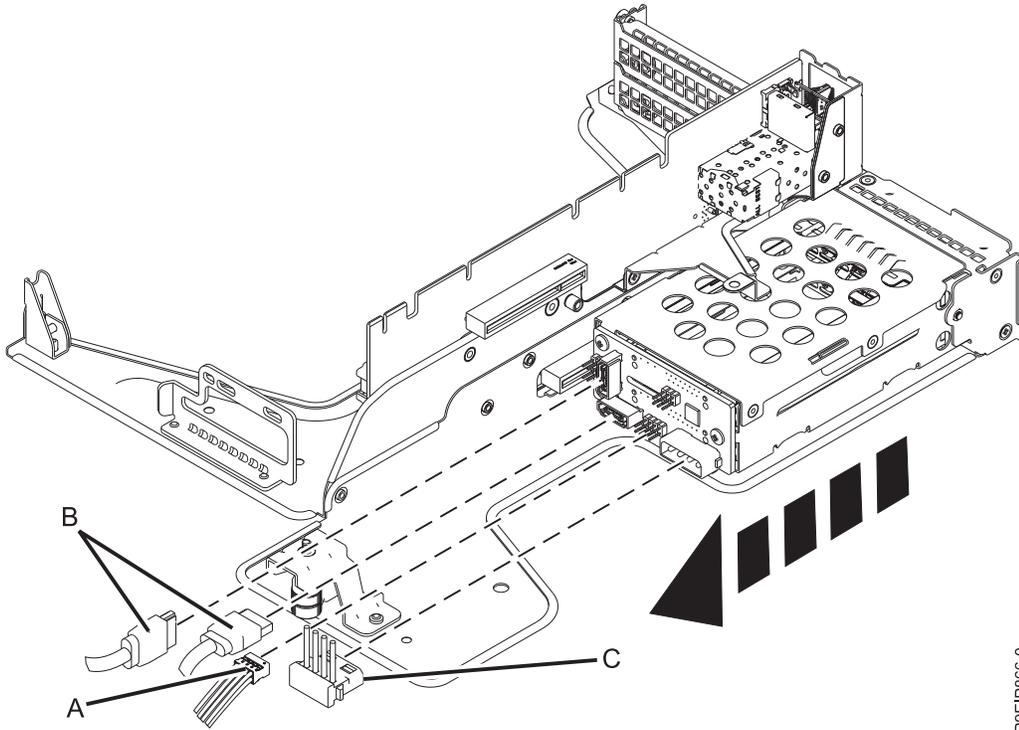

Figura 24. Desconexión de los cables de señal de la unidad y de los cables de alimentación de la unidad de la placa posterior de unidad de disco
7. Extraiga los cables de señal de la unidad (A) y (B) de la parte posterior de la placa posterior de unidad de disco, tal como se muestra en la Figura 24 en la página 28. Extraiga el cable de alimentación de la unidad (C) de la placa posterior de unidad de disco.